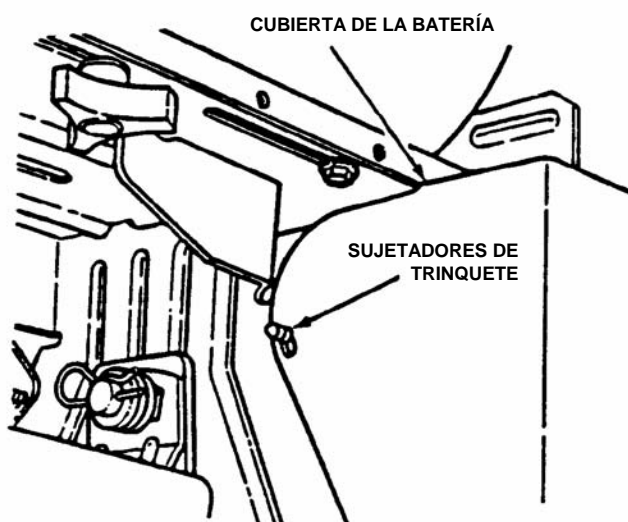

FIGURA 4.16
1. Separe cuidadosamente cada lado de la cubierta de la batería de los sujetadores de trinquete y quite la cubierta. Vea la figura 4.16.
5. Vuelva a instalar la cubierta de la batería. Vea la figura 4.16.